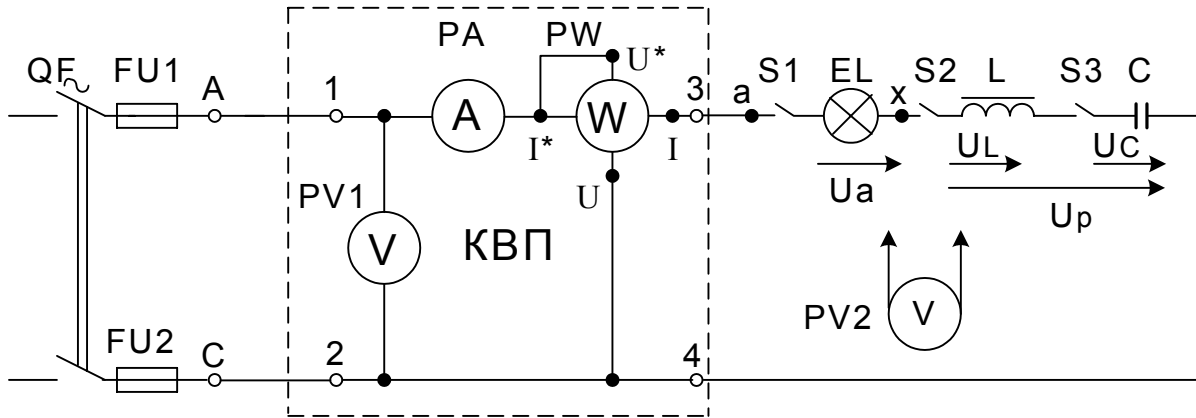

Рис.1 Принципова схема кола з послідовним з’єднанням R,L,C
a) Зібрати коло трифазного приймача за принциповою схемою рис.1.